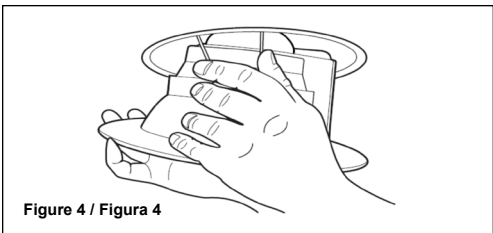

Figure 4 / Figura 4
- A. Torsion springs (Model 65BEMW LED Only): Squeeze each torsion spring together and seat them inside the housing torsion brackets. Release springs, and gently push module into housing until flush with ceiling (Figure 4).
- A. Ressorts de torsion (Modèle 65BEMW LED): Pincer ensemble chaque ressort de torsion et les loger à l'intérieur des supports de torsion du boîtier. Relâcher les ressorts et pousser délicatement le module dans le boîtier jusqu'à ce qu'il affleure le plafond (Figure 4).